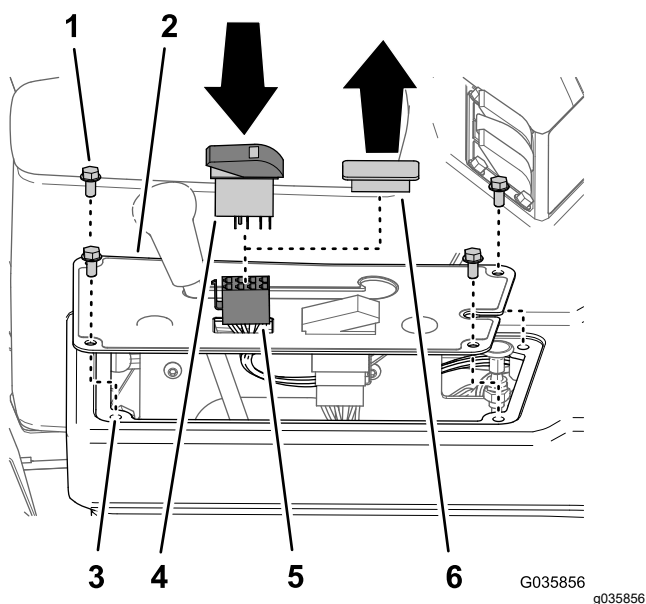

Figura 33
1. Dacă sunt montate, scoatei cele 4 uruburi cu guler ($\frac{1}{4} \times \frac{1}{2}$ ") care fixează capacul panoului la partea superioară a consolei, aa cum se arată în Figura 33.
2. Îndepărtați capacul comutatorului de la capacul panoului consolei (Figura 33).
3. Aliniați conectorul cu 8 orificii al cablului setului de finisare a braului ultra sonic prin deschiderea din capacul panoului (Figura 33).
4. Conectați conectorul cu 8 orificii al cablului setului de finisare a braului ultra sonic cu etichetă SONIC MODE MANUAL VS. AUTO (MOD SONIC MANUAL VS. AUTOMAT) la comutatorul culbutor (Figura 33).
5. Introduceți comutatorul culbutor în deschiderea panoului de bord până când comutatorul se fixează bine (Figura 33).
6. Aliniați orificiile din capacul panoului cu cele din partea superioară a consolei (Figura 33).
7. Fixați panoul pe consolă cu uruburile (Figura 33) pe care le-ați îndepărtat la pasul 1.